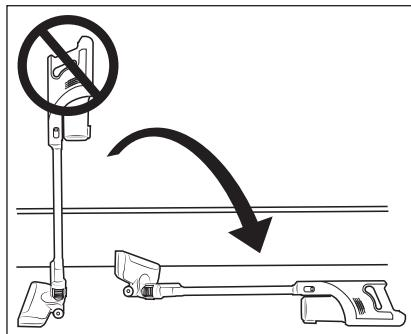

Fig. 9
- Les orifices d'aspiration de l'appareil et de la brosse de sol ①, et le tube d'aspiration ③ doivent être dégagés à tout moment et ne doivent pas être obstrués. Les obstructions entraînent une surchauffe et endommagent le moteur.
- Assurez-vous que le filtre HEPA ④ est toujours correctement placé avant d'utiliser l'appareil.
- Ne placez pas l'aspirateur à la verticale si vous souhaitez le poser entre-temps ou ne plus l'avoir en main. Placez pour cela l'aspirateur dans le support mural ⑦ ou posez-le sur le sol (voir fig. 9 et 10). L'aspirateur risque sinon de basculer à cause de son centre de gravité haut et d'être endommagé et, dans certaines circonstances, d'endommager d'autres objets en se renversant.